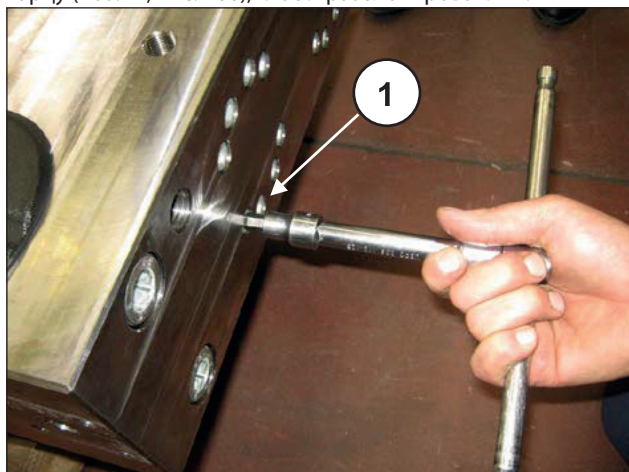
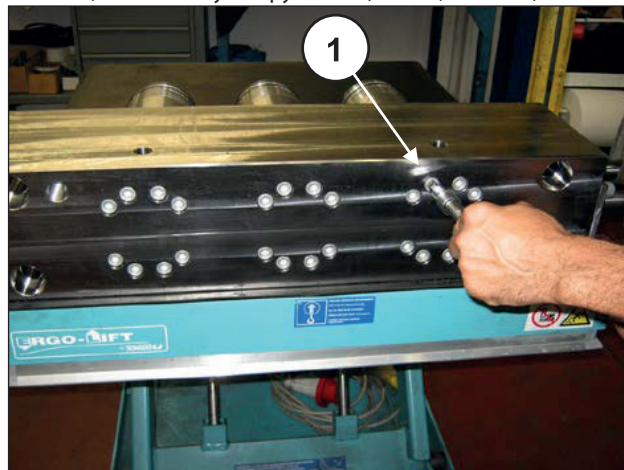
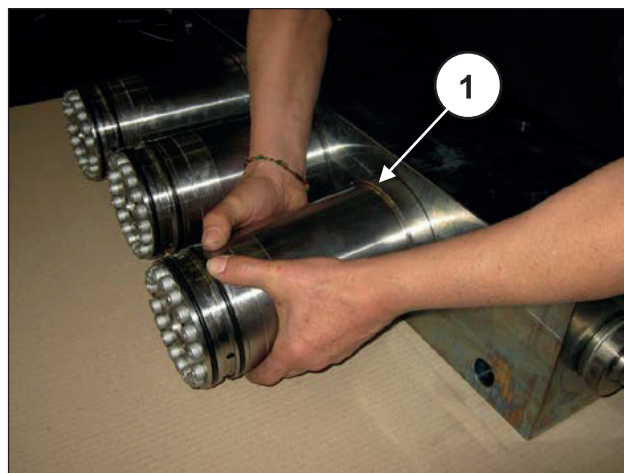

Рис. 166
Рис. 173
Рис. 174
Ослабьте, не снимая, винты M12x160 крепления рубашек к торцу (поз. ①, Рис. 166), чтобы разблокировать их.
Снимите винты М12х160 крепления гильз к торцу (поз. ①, Рис. 173) и снимите узлы рубашек (поз. ①, Рис. 174).
Снимите торец с распорки торца, закрепленной на картере насоса, как указано в пункте 2.2.1 (с Рис. 166 по Рис. 174).